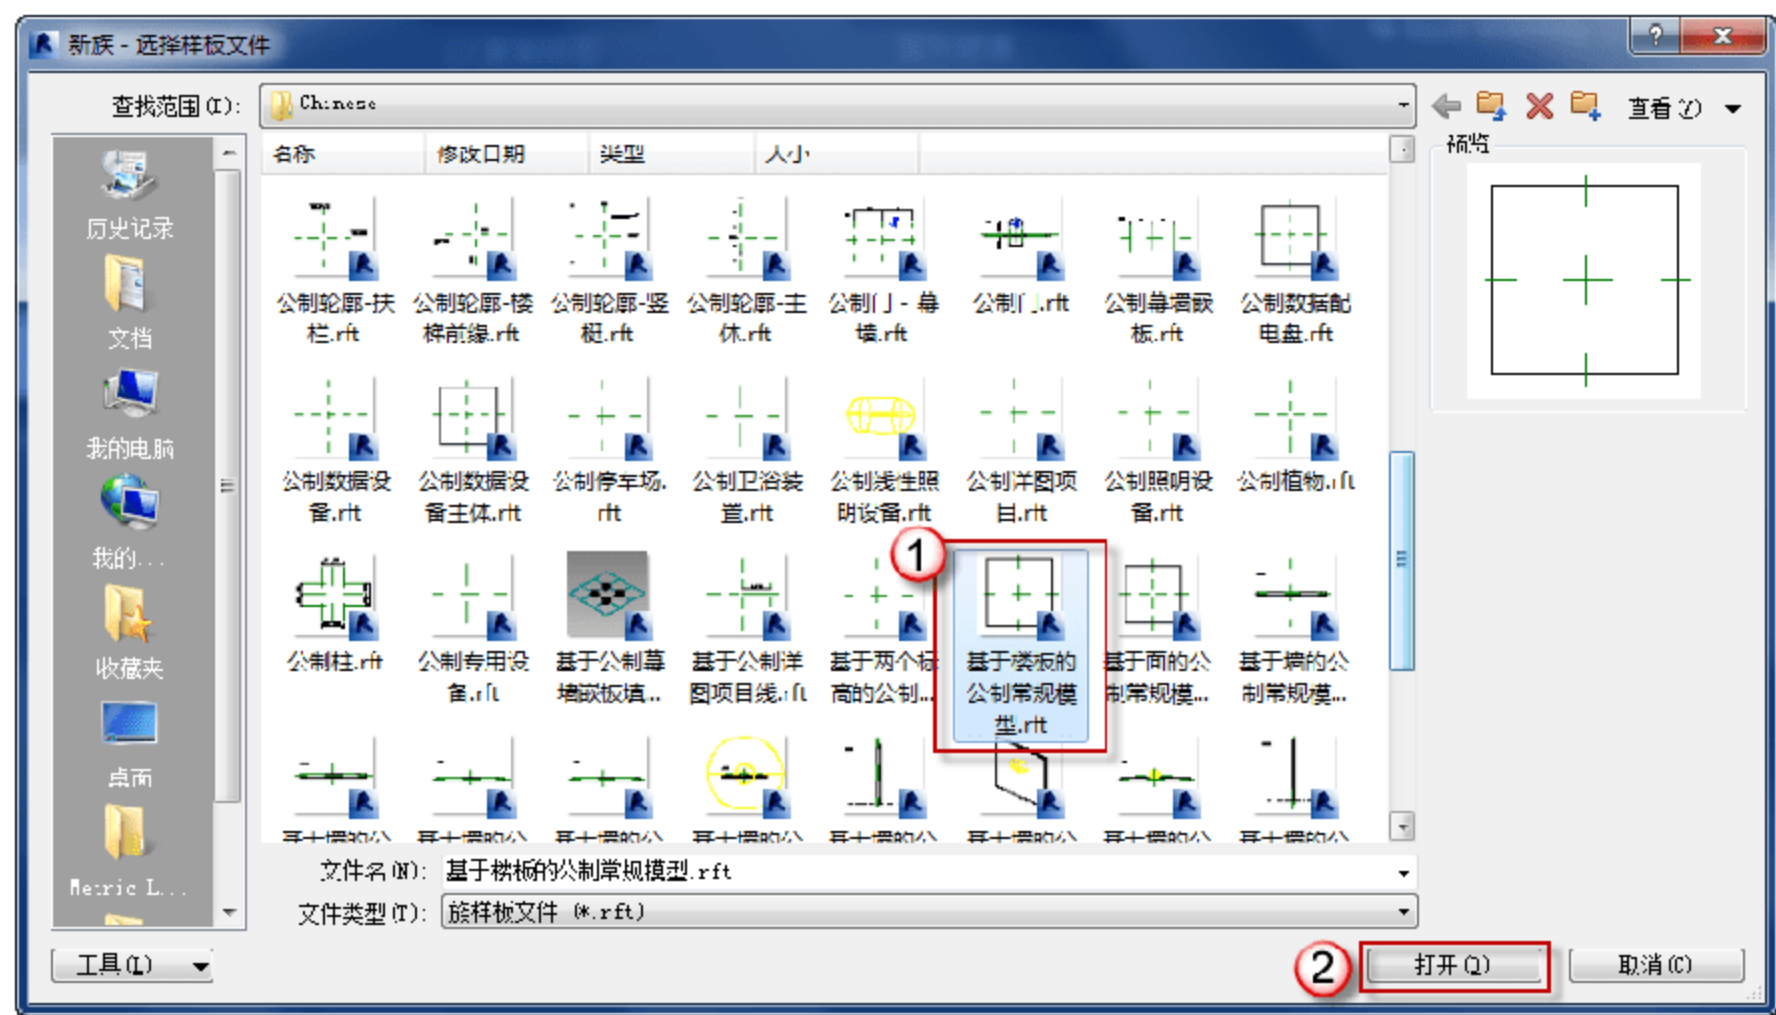

图 12.4.8 “新族-选择样板文件”对话框
(1) 选取新建族的样板。双击打开 Revit 软件，进入 Revit 界面后，选择族选区“新建”命令，在进入“新族-选择样板文件”对话框后，选取“基于楼板的公制常规模型.rft”文件，单击“打开”按钮打开该文件，如图 12.4.8 所示。